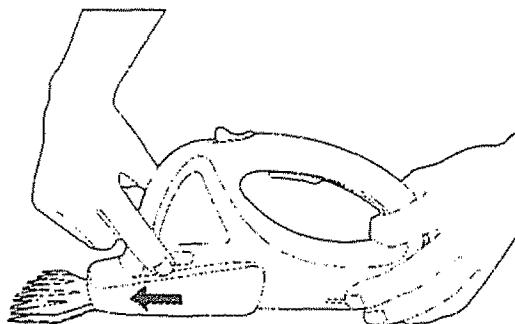

Figura 2.
7. Asegúrese de mantener las manos alejadas del gatillo y del interruptor de seguridad para evitar que la herramienta sea encendida (ON) accidentalmente. Mantenga las manos alejadas de los bordes afilados de las cuchillas.
9. Sujete la parte trasera del mango con una mano, mientras sujetas los botones negros de liberación (en cada costado de la unidad) con el pulgar y el dedo índice de la otra mano. Ver Figura 2.
10. Presione y jale los botones de liberación hacia ADELANTE, levante la herramienta para retirar la cuchilla y la caja de velocidades. Ver Figura 2.